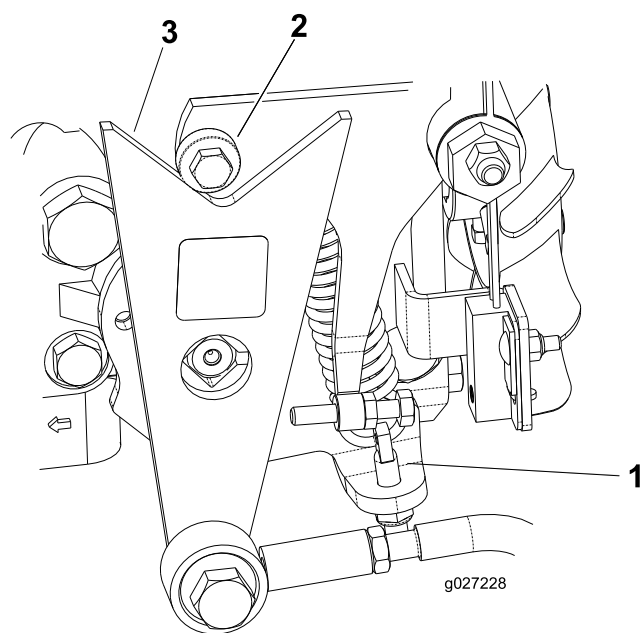

图43
- 如果车轮的旋转方向正确请关闭发动机并调节弹簧调节销锁紧螺母 图43。调节驱动空档位置请参阅 将牵引驱动装置调至空档 (页码 27)。